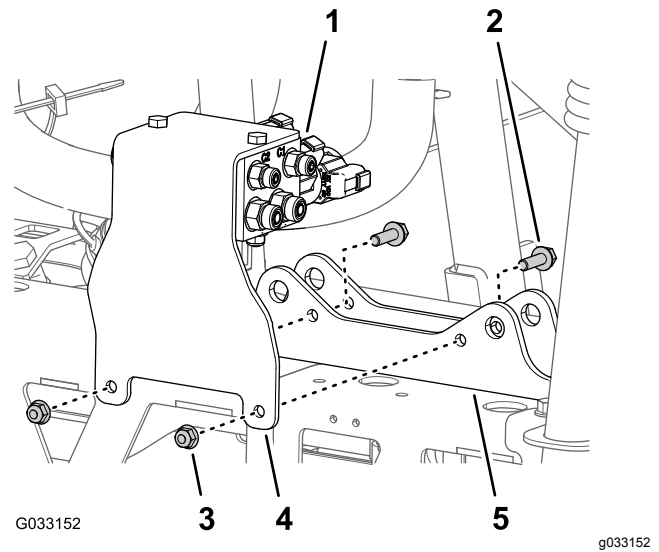

Figura 67
3. Retire las 2 contratuercas con arandela prensada (5/16") y los 2 pernos con arandela prensada (5/16" x 1") que sujetan el soporte del distribuidor de elevación de los brazos al soporte de montaje del cilindro, y retire el soporte y el distribuidor de la máquina (Figura 67).